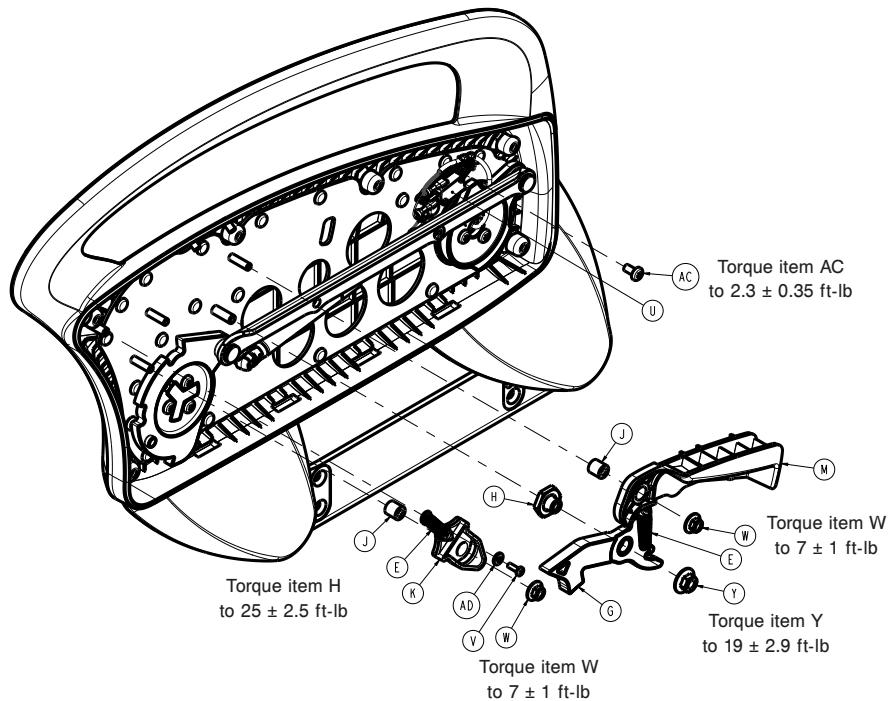

Figure 61 – Remplacement de l’arceau de la barrière du côté pieds
7. À l'aide d'un tournevis Torx T25, retirer les six vis (AE) qui fixent le couvercle (N) à l'ensemble de barrière. Retirer le couvercle de la barrière externe.
8. À l'aide d'un tournevis Torx T20, retirer la vis (V) et la rondelle (AD) qui fixent le ressort (E) à l'arceau de la barrière pour la patte d'arrêt de la barrière (Figure 61).
9. À l'aide d'un tournevis Torx T30, retirer la vis (AC) qui fixe l'interrupteur de la barrière (U) et le support au châssis de la barrière (Figure 61).